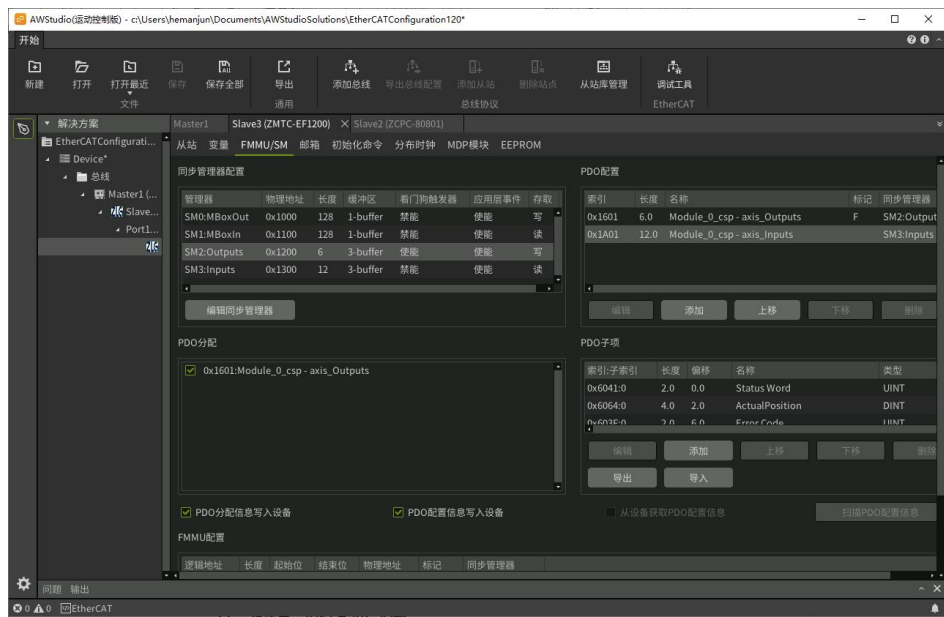

图 4.8 从站 FMMU/SM 配置
(6) PDO 过程数据配置。主要有从站 FMMU/SM 配置和 MDP 模块配置两种方式。一般应用不需配置从站 FMMU/SM，使用从站默认配置即可。当需要改变输入输出变量时，可通过本配置项配置，如图 4.8所示。